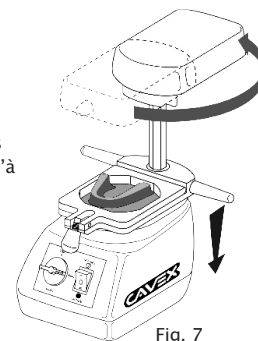

Fig. 7
- Faites à nouveau pivoter l'élément de chauffage en arrière. Allumez le moteur à vide et poussez le cadre vers le bas à l'aide des leviers (fig. 7) jusqu'à l'empreinte. Laissez tourner le moteur pendant que la plaque refroidit.